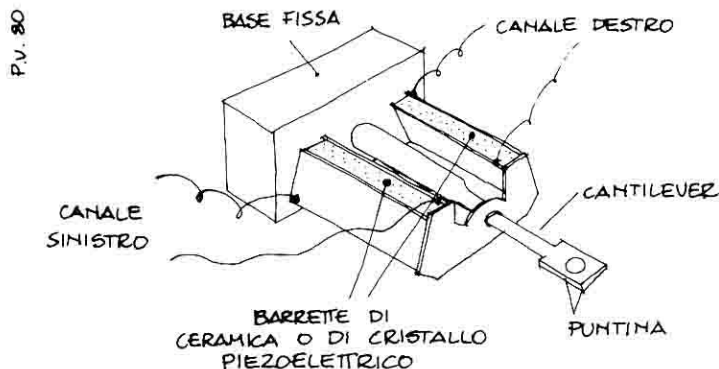

Fig. 11 - Costruzione di **pick-up** piezoelettrico «a cristallo» oppure «ceramico».
1) **Pick-up piezoelettrico «a cristallo» oppure «ceramico»** (fig. 11). La puntina, scorrendo sui solchi del disco, trasmette le vibrazioni raccolte a delle barrette (una nelle testine mono, due in quelle stereo) di cristallo piezoelettrico o di ceramica. La deformazione delle barrette in oggetto, per il fenomeno della piezoelettricità, dà origine ad una tensione che viene raccolta ed inviata, con appositi fili, all'amplificatore.